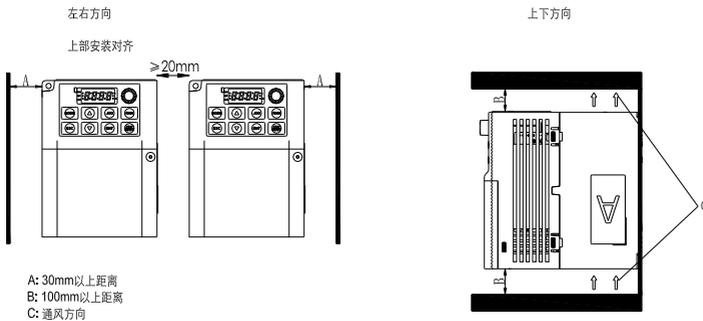

图 3.3 多台左右安装间距要求
(3) 多台安装时，一般采用左右并排安装方式，安装间距要求如图 3.3 所示；